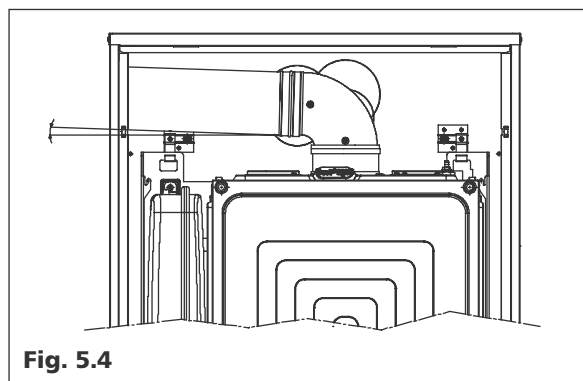

Fig. 5.4
**Scarichi coassiali Ø60-100 / Ø80-125 (Fig. 5.4)**